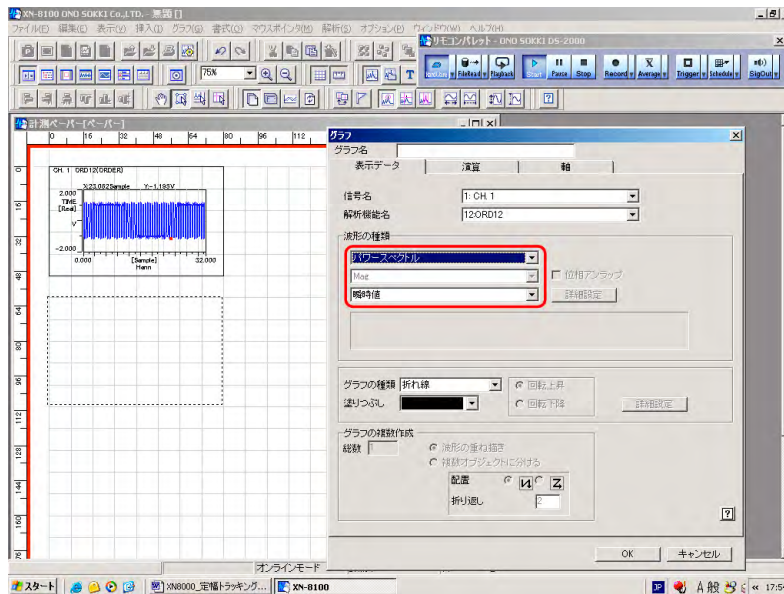

図 10
- ⑧ 同様の操作でパワースペクトルの瞬時値をグラフに表示します (図 10)。X 軸が次数になっていることに注目ください。